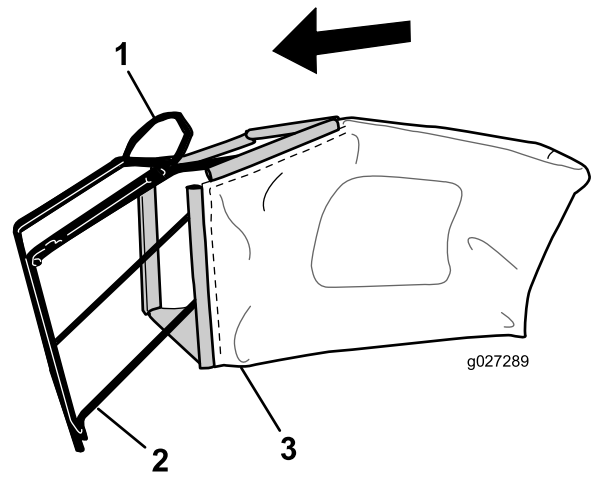

Figure 9
Remarque: Ne passez pas le bac par dessus la poignée (Figure 9).
1. Glissez le bac sur l'armature, comme montré à la Figure 9.